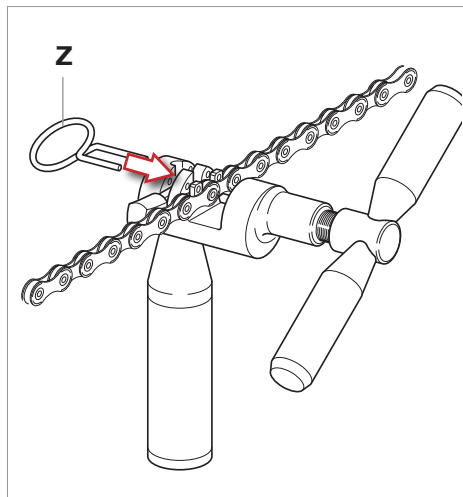

Fig.17
- Introducir el eslabón que hay que cerrar en el alojamiento correspondiente (Fig. 17).
- Bloquear el eslabón mediante el dispositivo de bloqueo correspondiente (Z - Fig. 17).